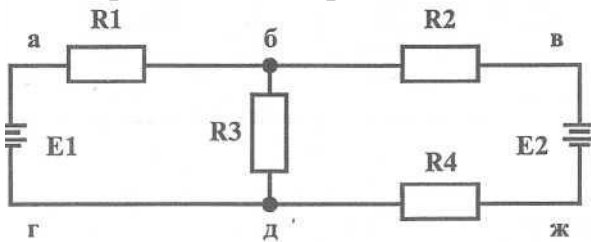

Рис.3
5.Напишите уравнения по 2-му правилу Кирхгофа для контуров “а—б—д—г” и “б—в—ж—д”, изображенных на рис.3.